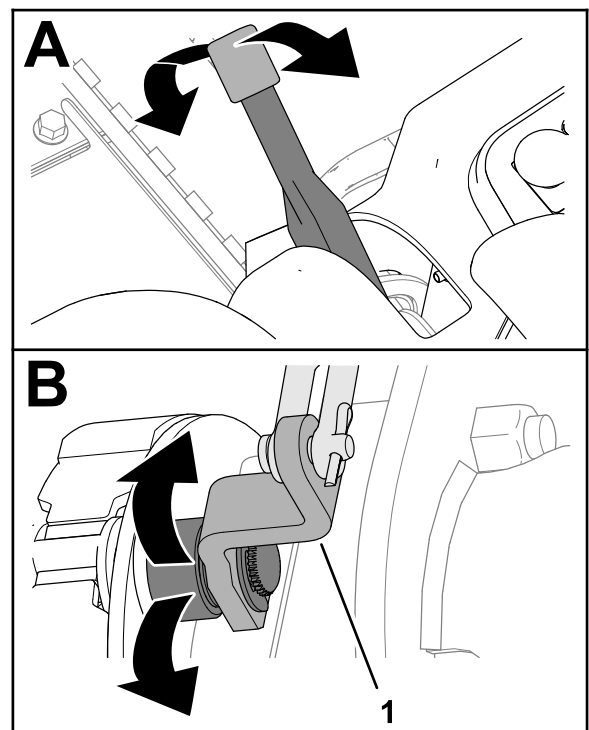

図 81
2. 駐車ブレーキのレバーを何度か操作して、ブレーキカムのレバーが自由に動くことを確認する図 81。